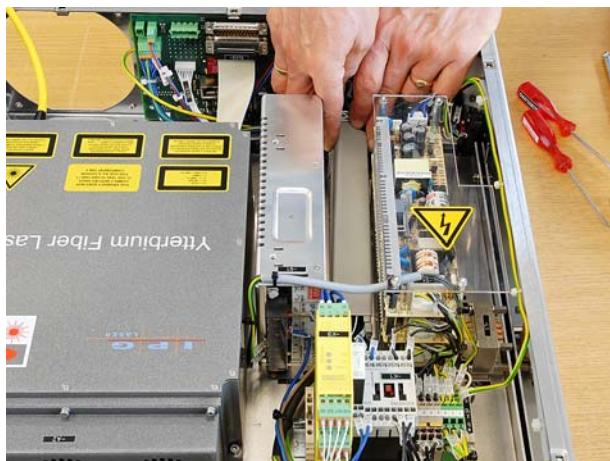

Abbildung 8.38 Kabelkanal öffnen
21. Kabelkanal im Versorgungseinschub (siehe Abbildung 8.38) öffnen.